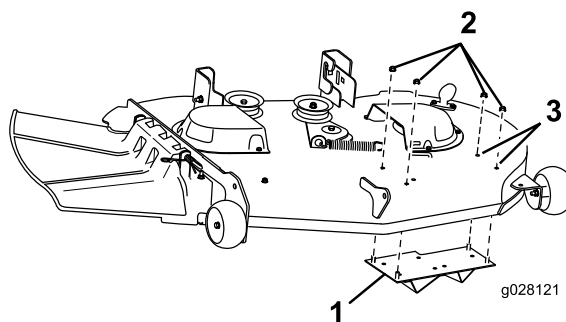

Figura 5
2. Retire los 2 pernos obturadores y 2 tuercas de la carcasa de corte, de los lugares indicados en Figura 5.
3. Sujete la placa del golpeador al lado izquierdo de la carcasa de corte con 4 tuercas con arandela prensada (5/16 pulgada), según se muestra en Figura 5.